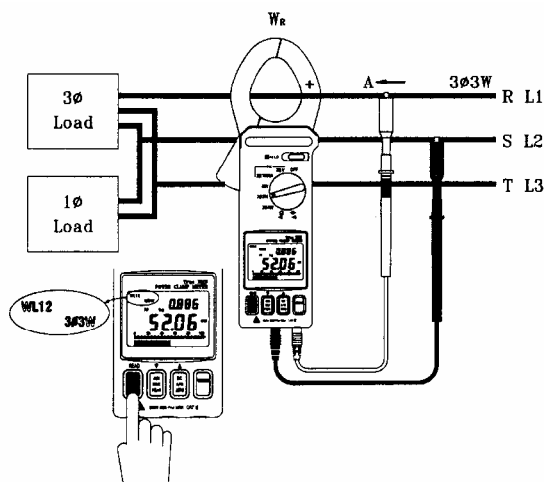

Рис. 4
1. Измерение мощности $W_{RS(L1L2)}$ (см. рис. 4)